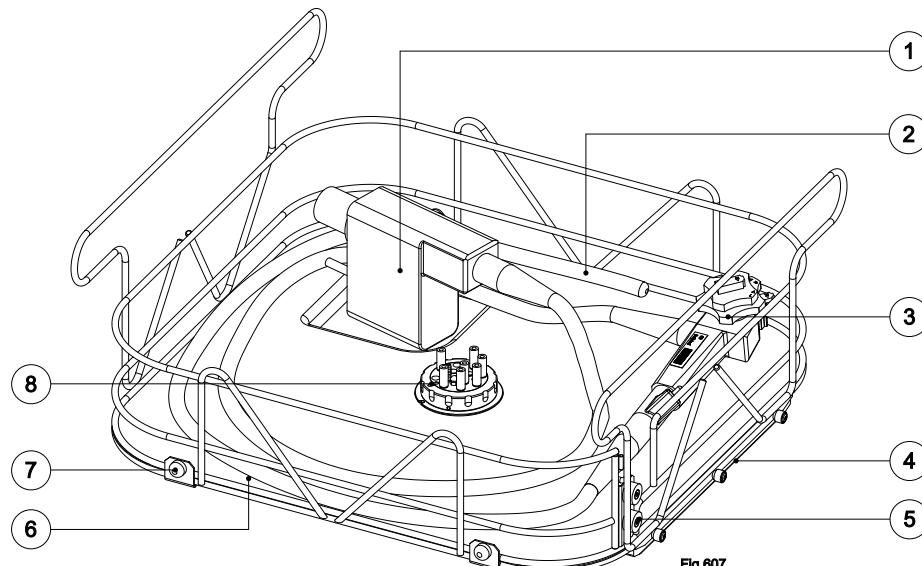

Fig 607
- ▶ Versorgungssteil (Fig. 607 Pos.1) in die Vertiefung des Endowagen einlegen